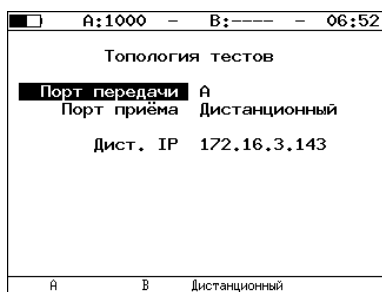

Рис. 7.35. Экран «Топология тестов»
4. На локальном приборе перейти в меню «Сложный трафик» ⇒ «Настройки» ⇒ «Топология тестов» (см. рис. 7.35). Выбрать: